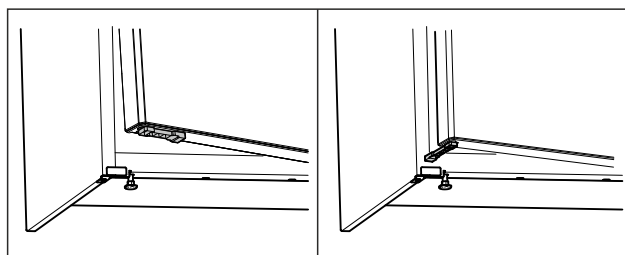

Fig. 63 *
- ▶ Otočte omezovač otevření dvířek o 90°. (viz Fig. 63) *